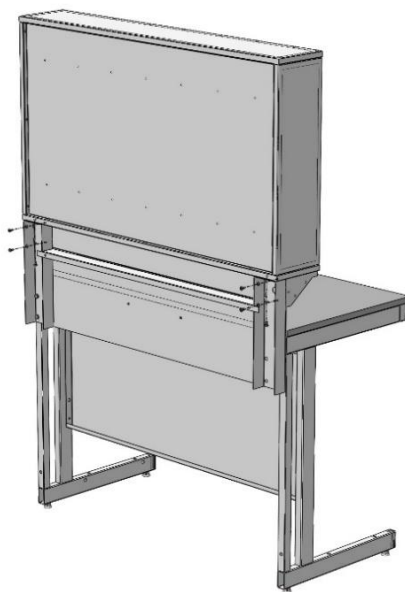

Рис. 4. Фиксация титровальной надстройки
- 6.6. Зафиксировать титровальную надстройку снизу и сзади используя винты М6х12 мм и шайбы 6 (Рис. 4).